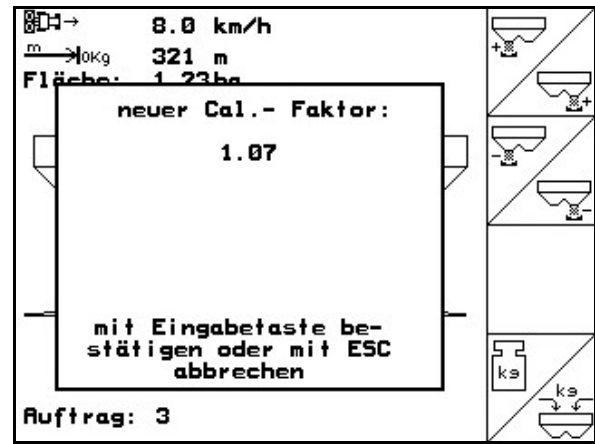

Fig. 25
- Yeni kalibrasyon faktörü gösterilir (Fig. 25).